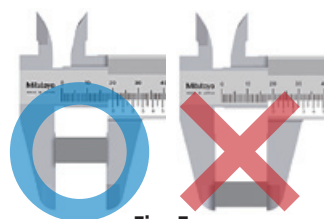

Fig. 5
2. Certifique-se de aplicar uma força constante durante a medição, e posicionar a peça o mais próxima possível da guia. **(Fig. 5)**
2. Certifique-se de aplicar uma força constante durante a medição, e posicionar a peça o mais próxima possível da régua. (Fig. 5)